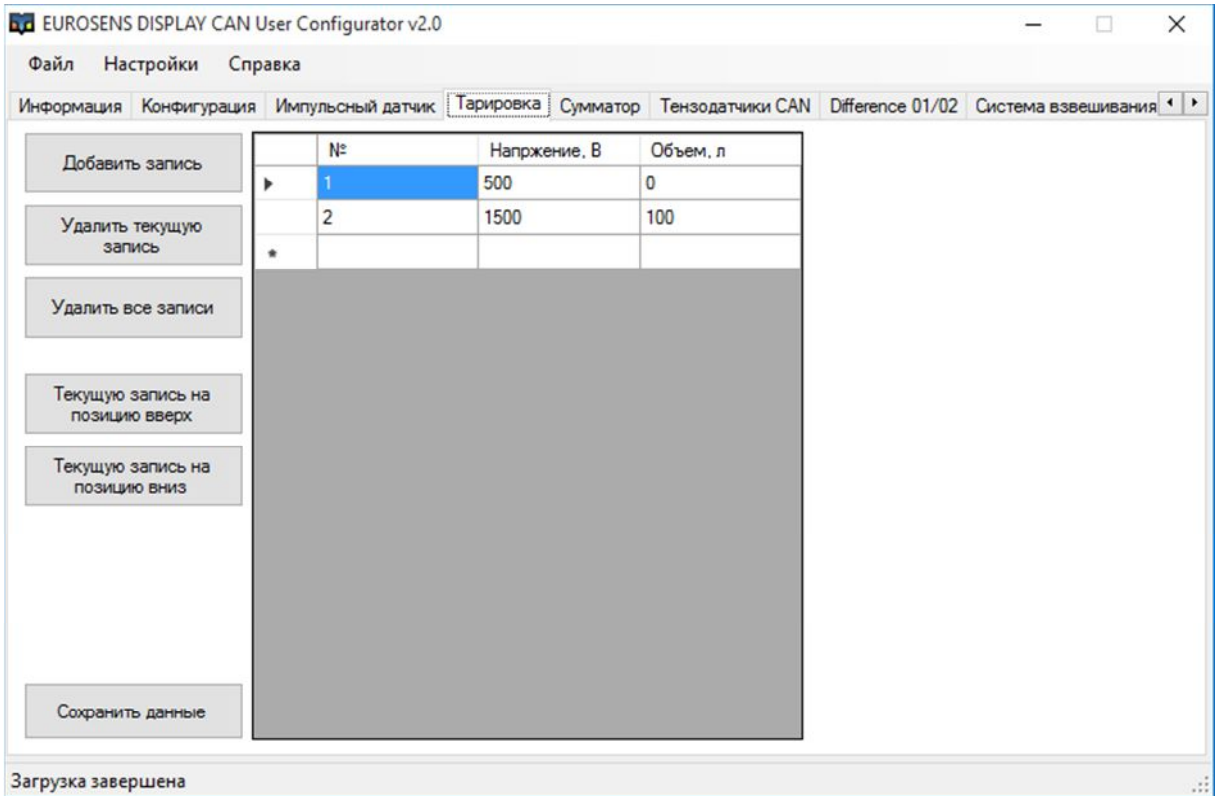

рис. 4.21. Калибровочная таблица, режим “Аналоговый датчик”
- 6) На основании полученных данных заполнить калибровочную таблицу (рис. 4.21).